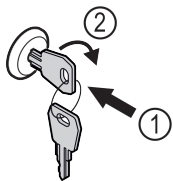

Fig. 120
- ▶ Sätt in nyckeln Fig. 120 (1).
- ▶ Vrid nyckeln 90° medurs Fig. 120 (2).